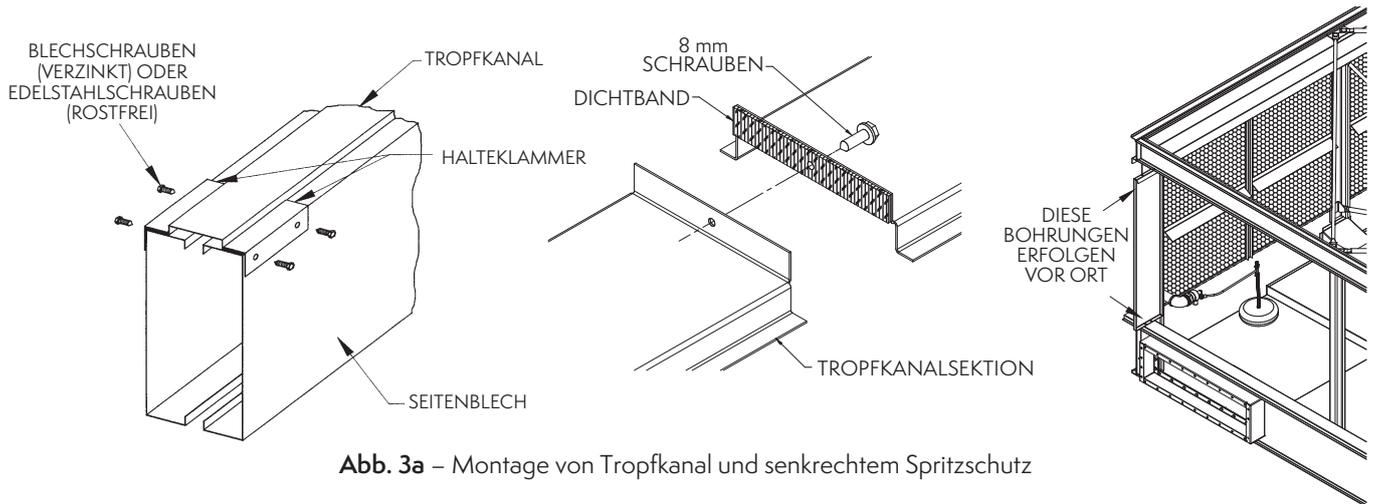

Abb. 3a – Montage von Tropfkanal und senkrechtem Spritzschutz
2. Bringen Sie eine einzelne Lage Dichtband auf dem Gegenflansch des Tropfkanals an (wie in **Abb. 3a** dargestellt). Eine durchgehende Verbindung der Kanäle schaffen Sie, indem Sie eine selbstschneidende 5/16" (8 mm) Schraube durch das Tropfkanalende mit dem größeren Bohrloch in das Tropfkanalende mit dem kleineren Bohrloch drehen. Bei Edelstahlaggregate werden 5/16" (8 mm) Edelstahlschrauben- und Muttern verwendet.
3. Bringen Sie Dichtband an der Unterseite des vertikalen Spritzschutzes an. Setzen Sie das senkrechte Spritzschutzblech in den Winkel zwischen den senkrechten Halterungen. Bei verzinkten Aggregaten wird der senkrechte Spritzschutz mithilfe von selbstschneidenden 5/16" (8 mm) Schrauben befestigt; bei Edelstahlausführungen werden 5/16" (8 mm) Edelstahlschrauben- und Muttern verwendet (siehe **Abb. 3a**).